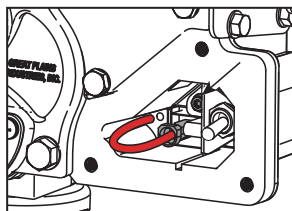

Figure 14
3. Retirer la vis à tête Torx, puis retirer l'ensemble commutateur (voir Figure 14).